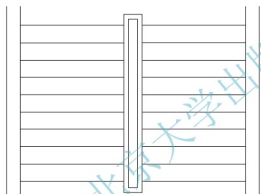

图 2.118 修剪扶手和梯井内的踏步线
(3) 使用【偏移】命令将矩形向外偏移 80mm。
(4) 在命令行输入“TR”并按 Enter 键，启动【剪切】命令，选择外部的矩形为剪切边界，将图形修剪至如图 2.118 所示的状态。